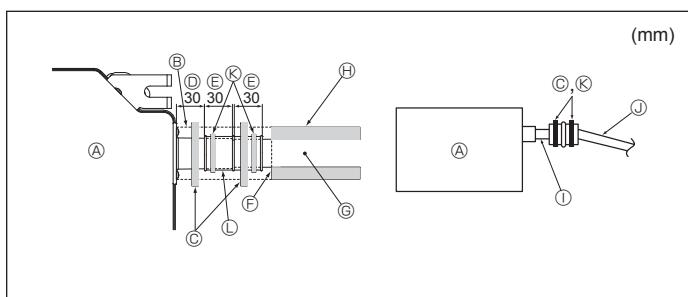

Fig. 3-5
- ⑮ Bis zu 850 mm
1. Die Ablassmuffe (mit der Anlage geliefert) an den Dränageauslass anschließen. (Fig. 3-5)